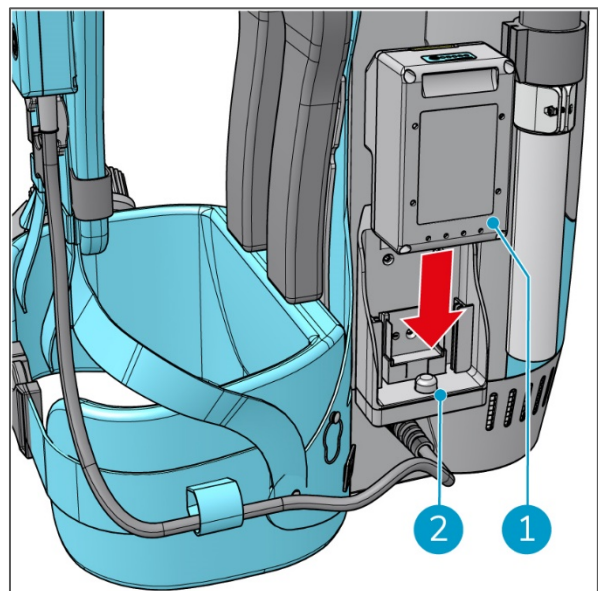

Figura 12
1. Insira a bateria (Figura 12, posição 1) na ranhura (Figura 12, posição 2), até ouvir um "clique". A bateria está agora encaixada no lugar. Repita este procedimento para a segunda bateria.